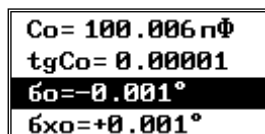

Рисунок 40
6.4.4.12 Установка поправки углов сдвига фаз « δ_0 » и « δ_{X0} » (рисунок 40) предназначена для внешних цепей, включенных соответственно перед входами «О» и «Х», в режимах «Мощность», «Импеданс» и «Векторы».